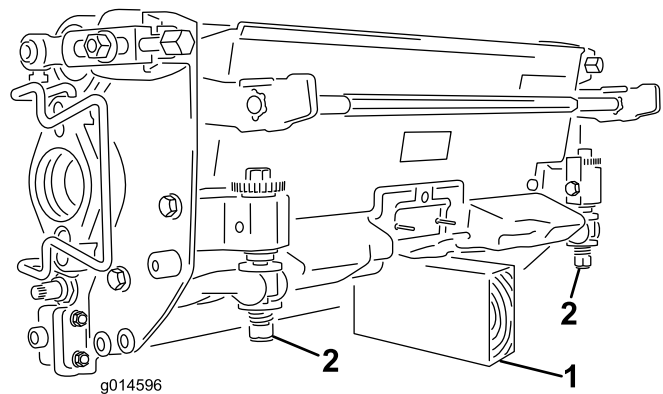

图44
**重要事项** 当您需要翻转滚刀组时应支撑住滚刀组的后部确保底刀架调节螺丝后端的螺母不会接触工作表面**图 44**。